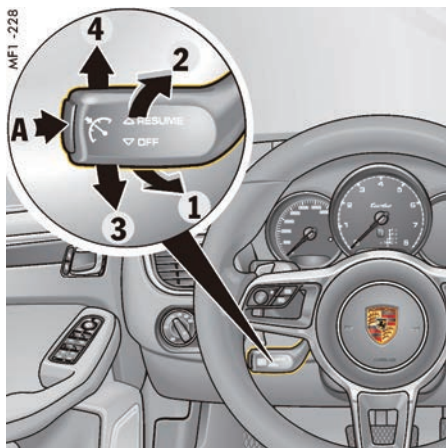

图 227: 巡航定速控制系统操纵杆
- ▶ 要提高车速，请向前按下方向盘上的控制杆（第 272 页的图 227、**1**）。轻触表示提高 1 km/h，按住表示提高 10 km/h
- ▶ 要降低车速，请向方向盘拉动控制杆（第 272 页的图 227、**2**）。短拉表示提高 1 km/h，拉住表示提高 10 km/h 新的设定速度显示在多功能显示器上。
- ▶ 向下按控制杆（第 272 页的图 227、**3**）
- ▶ 向上按控制杆 (第 272 页的图 227、4)。